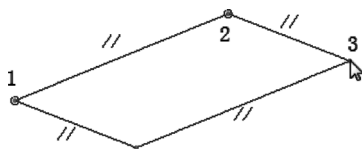

图 2-11 绘制平行四边形
3) 移动鼠标指定第 3 点, 从而确定一个平行四边形, 如图 2-11 所示。最后单击鼠标中键退出该命令。